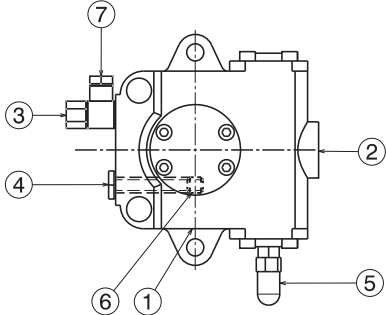

图 21
油泵配有旁路系统可以连接进油管和回油管。油泵安装在燃烧器上时，旁路系统被螺栓 6 截断 (图 21)。因此需要连接两根软管到油泵上。如回油管关闭且旁路系统螺栓为插入状态，运行油泵将导致油泵的立即损坏。拆下油泵入口及回油口的堵头。将所附的密封垫加入到连接管连接到油泵并拧紧。注意安装软管时不要拉伸或扭曲软管。软管应安装在不易被绊倒的位置，不能接触到锅炉的高温表面，不能影响到燃烧器检修时的打开。现在使用随附螺扣将软管的另一端与进油和回油管路相连。
- 启动自吸功能时，松开油泵上的螺丝 4) (图 21) 排出进油管路中的空气。
图例说明 (图 21)
为了调整油泵压力，参考第 16 页相关数据，可调节相关螺丝 5) (图 21)。